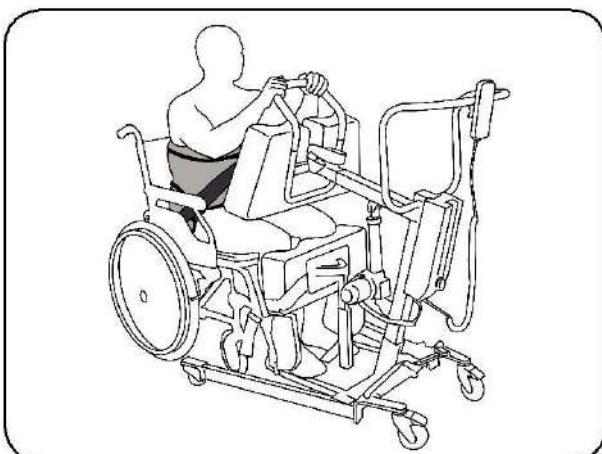

Figura 39
Baje el brazo elevador a una altura cómoda para que el paciente pueda cogerse del manillar. (Figura 39).
7. Cuelgue las cintas de enganche lo más cerca posible del gancho del brazo elevador. De esta manera se asegura que ambas estarán a una misma altura. La altura está además marcada con diferentes colores. Asegúrese que el paciente tiene los dos pies sobre la plataforma, tiene sus manos sobre el manillar y lo está agarrando. (Figura 39).